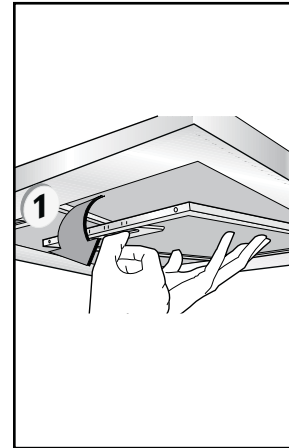

Fig.1C
- Retirez les filtres antigraisse (fig. 1C).
- Cette hotte doit être installée à une hauteur minimale de 26 po (66 cm) de la surface de cuisson des cuisinières électriques ou à une distance minimale de 30 po (76 cm) des cuisinières à gaz ou combinées. Si vous utilisez la connexion de conduit en deux parties, la partie supérieure doit être placée à l'extérieur de la partie inférieure. Ne raccordez pas le conduit d'évacuation de la cuisinière au conduit utilisé pour évacuer l'air chaud ou les vapeurs d'autres appareils s'il ne s'agit pas d'appareils électriques. Avant de procéder au montage, retirez le(s) filtre(s) antigraisse (fig. 1C) afin de faciliter la manipulation de la hotte.